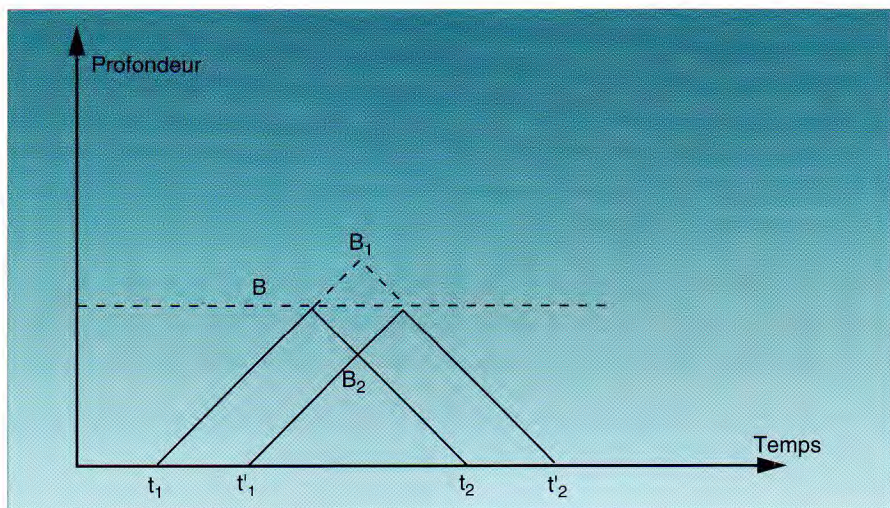

Figure 5 : Précision de la distance.
- Le train d'ondes est plus court et donc le temps d'émission plus court (fig. 5).